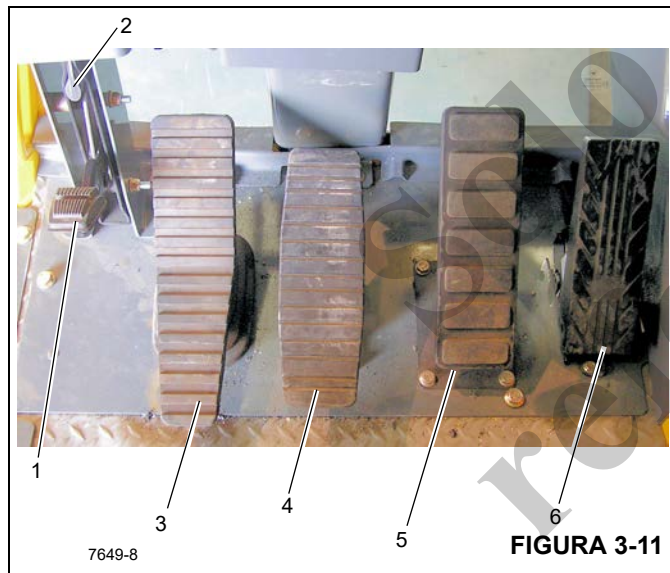

Figura 3-11 - Números de artículos
El pedal del bloqueo de giro en 360° (1) (Figura 3-11) se encuentra en el lado izquierdo del piso de la cabina de la
El pedal del freno de giro (3) (Figura 3-11) se encuentra en el lado izquierdo del piso de la cabina. El pedal del freno de giro se usa para reducir la velocidad del movimiento de giro o detenerlo. La fuerza de frenado es proporcional a la distancia que se pise el pedal. Si no se pisa el pedal y se desengrana la válvula de control del freno de giro, se aplica presión hidráulica al freno, lo cual vence la tensión de su resorte para soltarlo. Cuando se pisa el pedal, se acciona la válvula del servofreno de giro que aplica presión al conjunto del freno. Esta presión auxilia a la tensión del resorte para vencer la presión hidráulica aplicada al circuito de liberación del freno, lo cual aplica el freno según la presión recibida de la válvula del servofreno de giro.
El pedal de control de telescopización (4) (Figura 3-11), presente cuando la grúa está provista de malacate auxiliar, se encuentra en el lado izquierdo del piso de la cabina. Pise la parte superior del pedal para extender la pluma y la parte inferior del pedal para retraerla.
El pedal de frenos (5) (Figura 3-11) es el segundo pedal contado desde la derecha en el piso de la cabina. El pedal se pisa para regular la aplicación de los frenos de servicio.
El pedal acelerador (6) (Figura 3-11) se encuentra en el lado derecho del piso de la cabina. Se usa para controlar la aceleración del motor, la cual aumenta o disminuye proporcionalmente según la presión aplicada al pedal. El pedal está conectado por medios eléctricos al módulo de control de la superestructura, el cual envía una señal a la unidad de control del motor por vía del enlace de datos J1939.